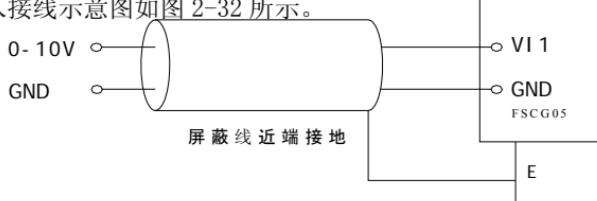

图 2-32 VI1 端子模拟信号输入接线示意图
2.12.1 VI1 (0~+10V) 端子接受模拟信号输入, VI1 端子模拟信号输入接线示意图如图 2-32 所示。